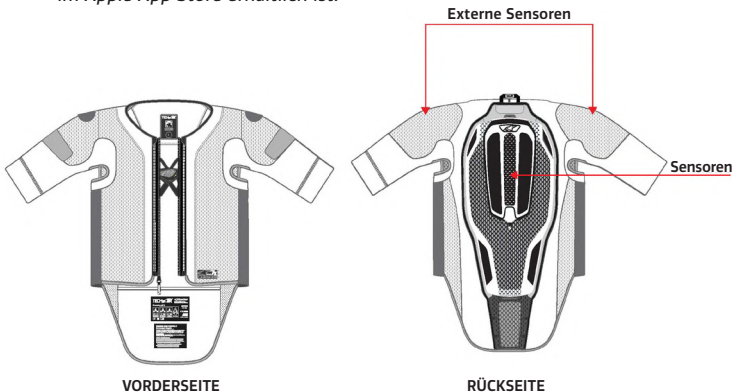

Abbildung 1: Position der Sensoren
Das System besteht aus einer Airbag-Steuereinheit (6) mit eingebauten Sensoren, die in den Rückenprotektor (5) integriert sind, und zwei externen Sensoren, die an den Schultern angebracht sind, wie in Abbildung 1 dargestellt.